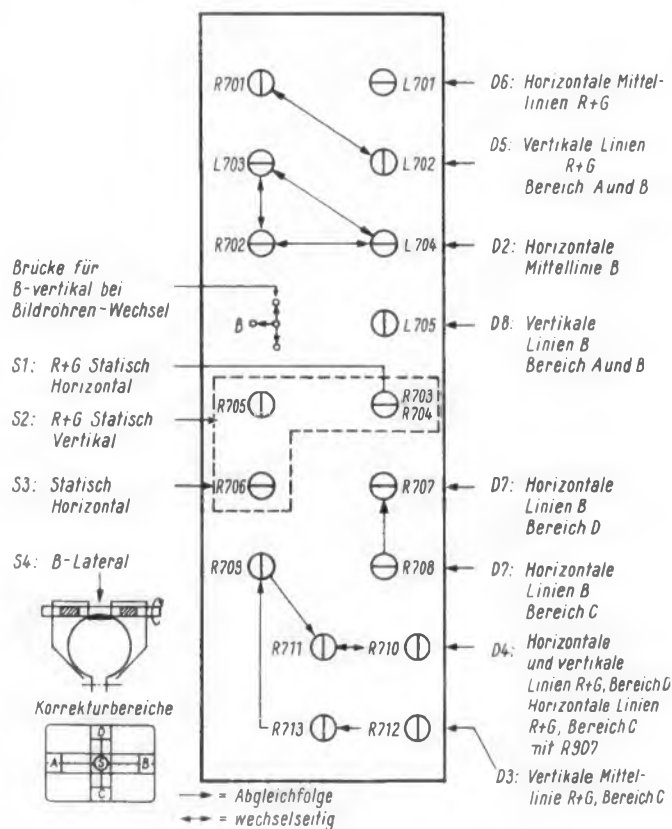

Bild 76. Abgleichfolge für die Farbreinheit, der statischen und dynamischen Konvergenz sowie Lage der Einsteller auf der Konvergenzplatte
Die Einsteller für die dynamische Konvergenz liegen ebenfalls auf der Konvergenzplatte, so daß bei der Korrektur eine direkte Beobachtung des Bildschirms möglich ist (Bild 76).
- D 3: Vertikale mittlere rote und grüne Linie, Bereich C (vgl. Bild 76),
- D 4: Angleichung der Schnittpunkte des roten und des grünen Gittermusters im Bereich C (siehe Bild 76) sowie vertikale rote und grüne Mittellinie im Bereich D zur Deckung bringen,
Nach einem Bildröhrenwechsel kann durch Umstecken der Brücke B (Bild 76) in drei verschiedene Stellungen die optimale Blau-Rasterdeckung im Bereich A und B erzielt werden.